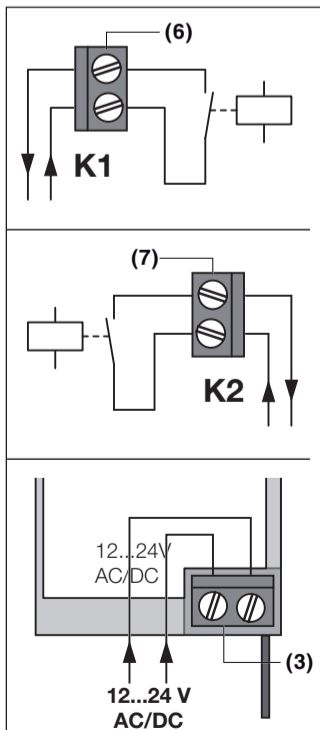

Fig. 3
3.1 Collegamento del ricevitore (Fig. 3)